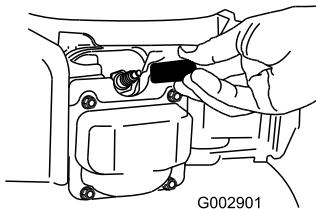

Bild 36
- Ziehen Sie das Zündkabel von der Zündkerze (Bild 36) ab, bevor Sie Wartungsarbeiten ausführen.